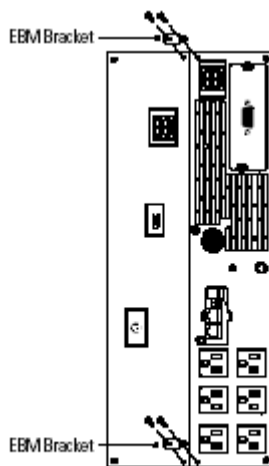

Figure 7. Installing the EBM Brackets
2. Zum Anbringen der EBM-Halterungen die jeweils benachbarten Schrauben an der Rückseite wie in Abb. 7 gezeigt entfernen (sie werden nicht mehr gebraucht).